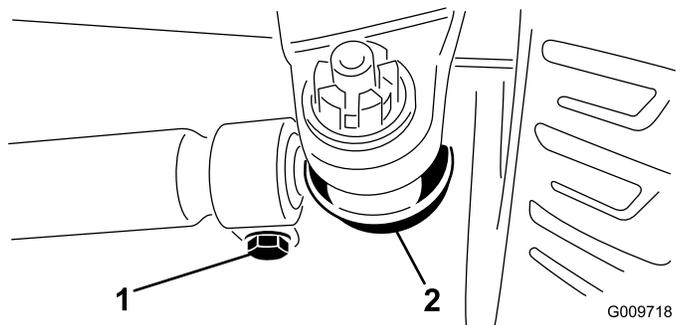

Figura 76
3. Para ajustar, remova o contrapino e a porca de cada uma das rótulas da barra de ligação (Figura 76). Remova a rótula da barra de ligação do suporte do eixo.
4. Desaperte as abraçadeiras que estão em ambas as extremidades das barras de ligação (Figura 76).
5. Rode a rótula desligada para dentro ou para fora uma (1) volta completa e aperte o grampo na extremidade solta da barra de ligação.